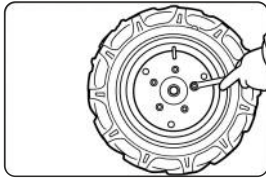

Рис. 2
- Установите ступицы колес на колесные диски (рис.2). Закрепите при помощи болтов и гаек с шайбами.